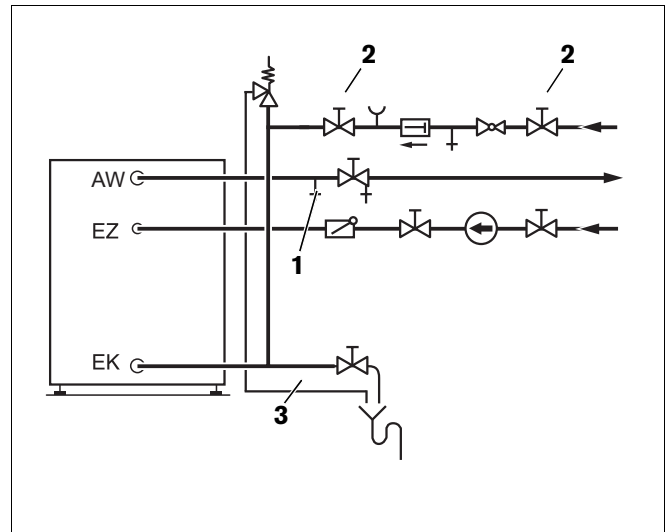

Fig. 9 Installation selon DIN 1988 (schéma de principe)
- Pour purger le préparateur, ouvrir la vanne d'aération et de purge (fig. 9, **pos. 1**) ou le robinet situé au point le plus élevé.
- Ouvrir la vanne d'arrêt d'entrée d'eau froide EK (fig. 9, **pos. 2**) pour remplir le préparateur.
- Avant la mise en température, vérifier si la chaudière, le préparateur et les conduites sont remplies d'eau. Pour cela, ouvrir le robinet de remplissage et de vidange (fig. 9, **pos. 1**).
- Laissez la conduite de la soupape de sécurité (fig. 9, page 13) toujours ouverte.
- que la conduite d'échappement de la soupape de sécurité (fig. 9, page 13) doit toujours rester ouverte.